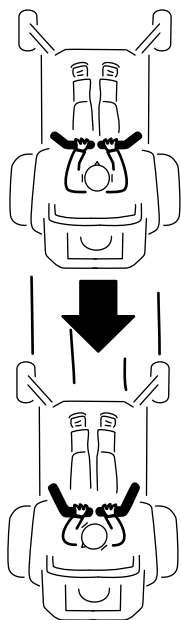

図 23
2. 後退するには、左右の走行コントロールレバーをゆっくりと後ろへ引く（図 23）。